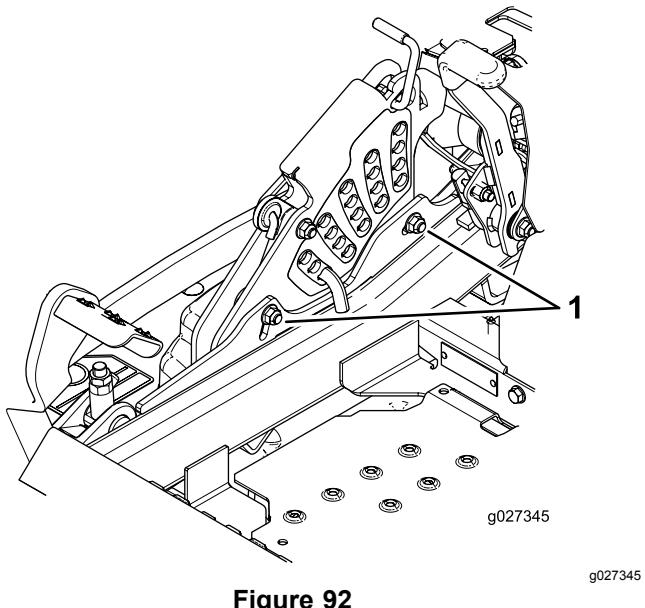

Figure 92
11. Pour régler le système monopoint, desserrez les 2 boulons au bas de la plaque de hauteur de coupe (Figure 92).
13. Serrez les 2 boulons au bas de la plaque de hauteur de coupe (Figure 92).